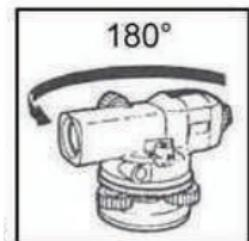

Рис.6
- 2) Поверните прибор на  $180^\circ$ . (Рис.6)